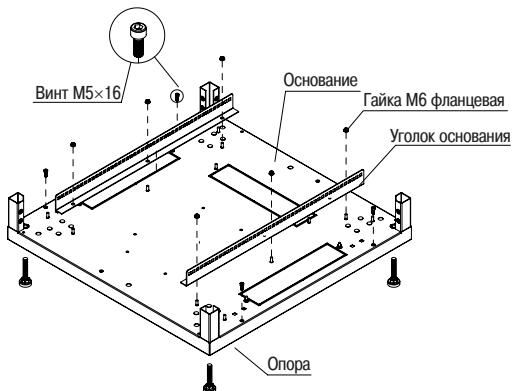

Рисунок 1 – Нижнее основание
3.1.1 Извлеките из первого места составные части изделия. Установите на нижнее основание два угла основания с помощью гаек M6 с фланцем, затем вкрутите опоры (4 шт.), а также винты M5×16 (4 шт.) с цилиндрической головкой (рисунок 1).